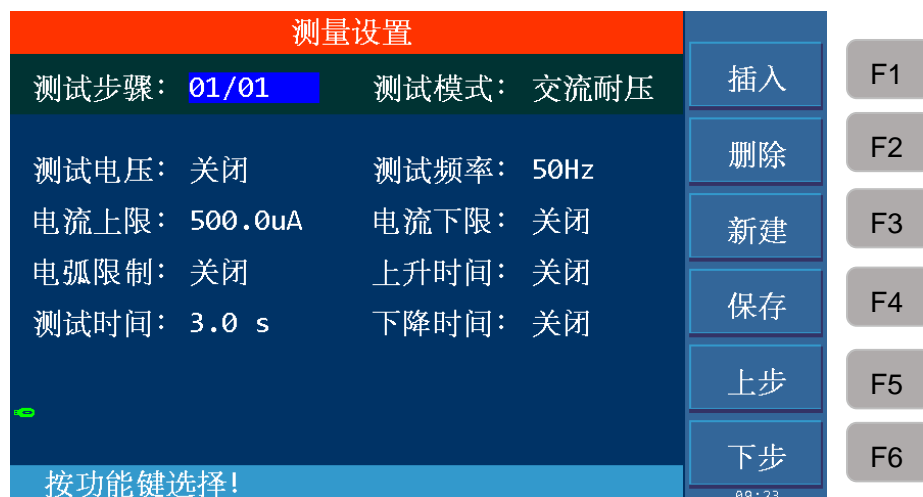

图 4-10 交流耐压测试模式
- 3、按向右方向键将光标移到测试模式选项，如图 4-10 通过 F1~F5 键选择测试模式，TH9120 可选择交流耐压、直流耐压、绝缘电阻、暂停模式、开短路侦测 OSC 以及引脚检测；TH9120A 可选择交流耐压、暂停模式、开短路侦测 OSC 以及引脚检测；TH9120D 可选择直流耐压、绝缘电阻、暂停模式及引脚检测。